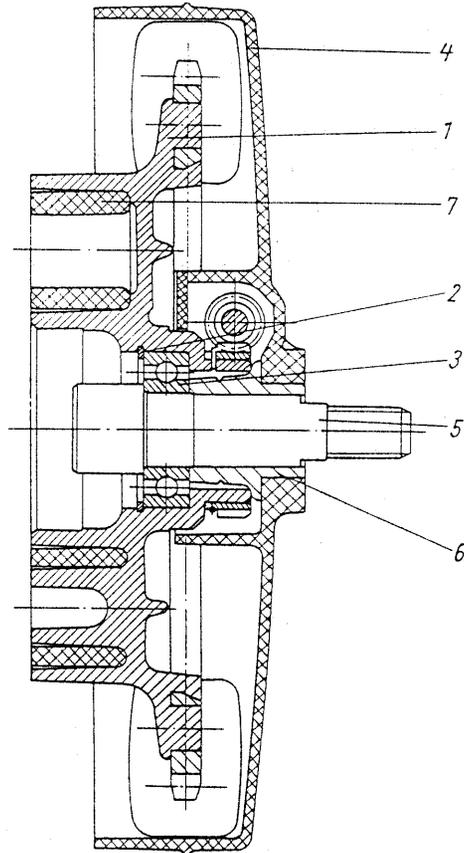

Fig. 35. Propulsion arrière du type ETZ 125 et du type ETZ 150
La construction de la propulsion arrière ressortit des figures 35 et 36. Le recouvrement de chaîne contient une douille (6) perçant entièrement le recouvrement ce qui permet de serrer l'écrou sur le boulon à bride (5) au couple de serrage possible sans détruire le recouvrement.
– ETZ 125 et ETZ 150 (fig. 35) :